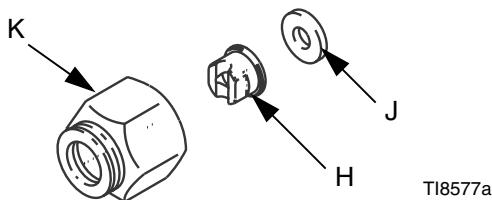

图 7：安装喷嘴
见 图 7。
1. 要调节扇幅喷嘴的喷型方向，让喷嘴的槽处于水平位置即为水平喷型，槽处于垂直位置即为垂直喷型。参见图 7。